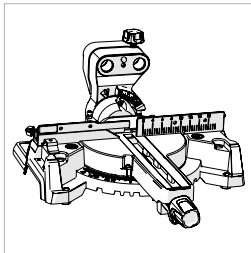

Fig. 3
- Die Drehbasis und der abgeschrägte Hals (**Abb. 3**)